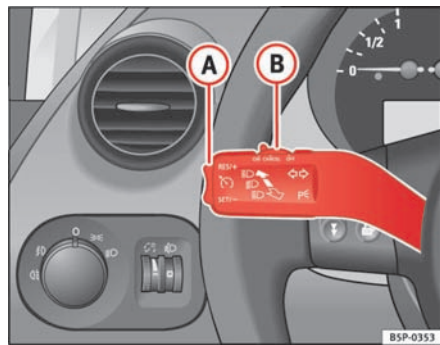

Fig. 148 Blink- og fjernlysarm: kontakt og vippeknop til fartpilot
- Tryk et kort øjeblik på den nederste del af vippekontakten, **SET** ⇒ fig. 148 **A**, når den hastighed, der skal gemmes, er nået.